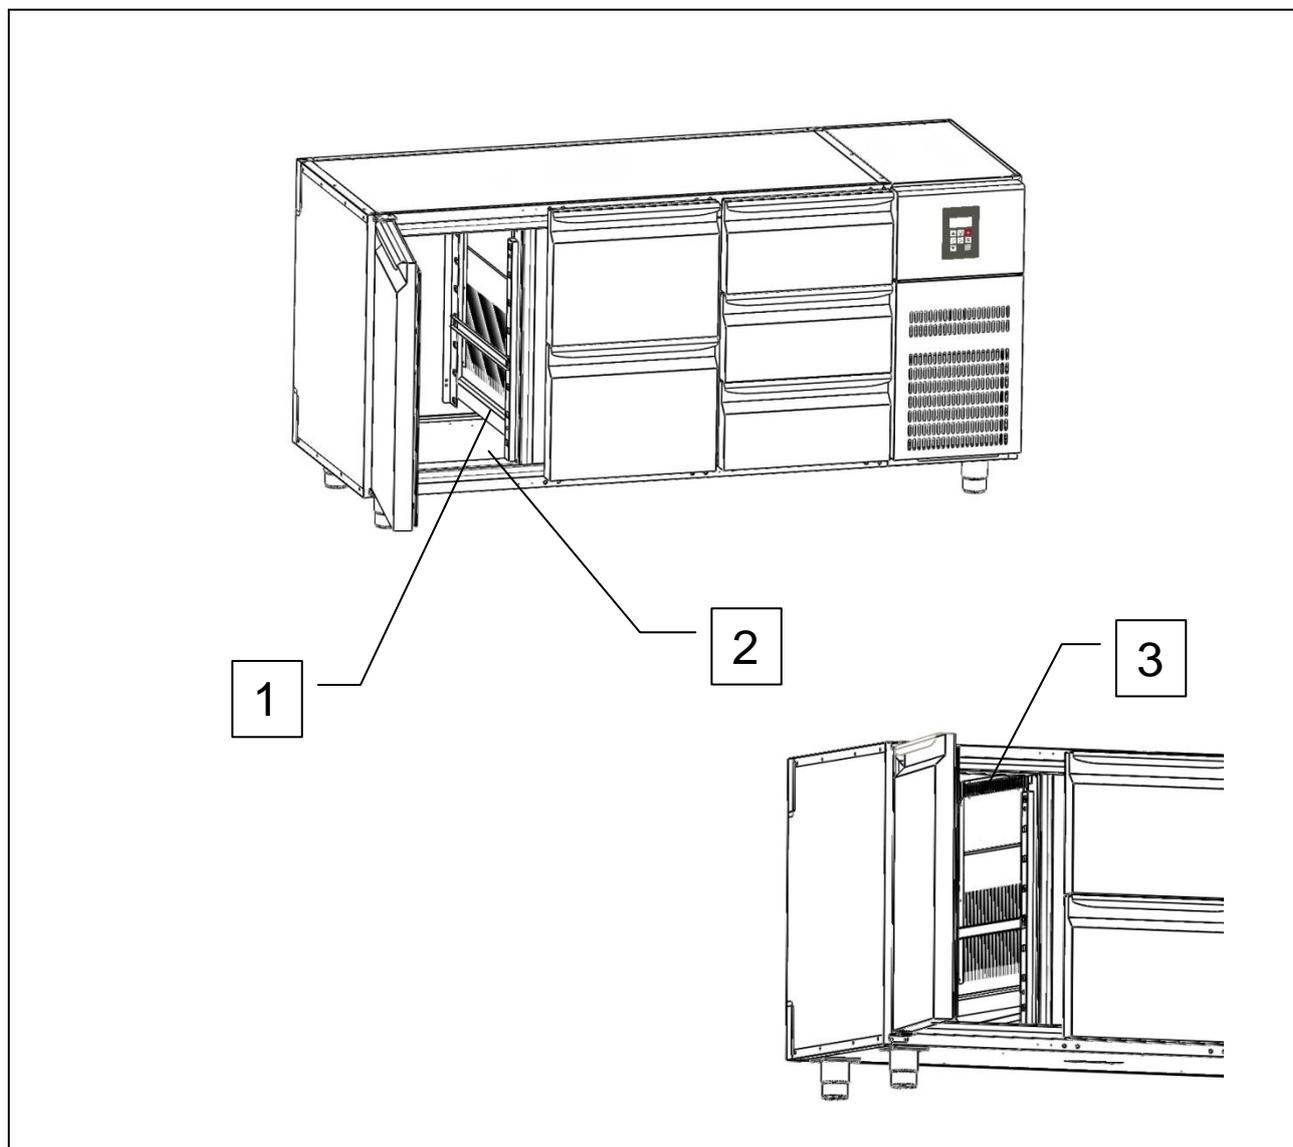

Рис. 4
- с заблокированными вентиляционными каналами (поз. 1, рис. 4);
- с различными продуктами питания и напитками, расположенными возле внутренних вентиляционных решеток (поз. 3, рис. 4) или непосредственно на дне камеры (поз. 2, рис. 4).